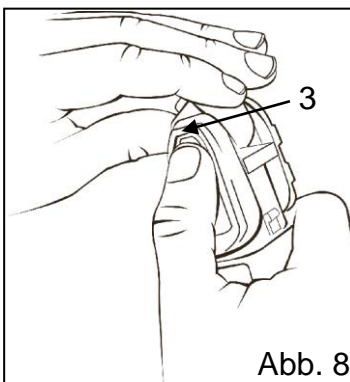

Abb. 8
3. Um den Winkel der Bitaufnahme zu ändern, drücken Sie den Knopf (3) und stellen Sie die Bitaufnahme ein (Abb. 8).
3. To change the angle of the connector push button (3) and rotate the head (Fig. 8).